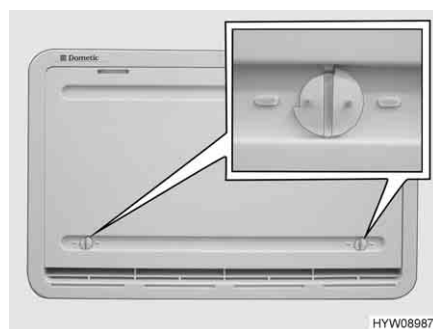

Bild 224 Vinterskydd
**Vinterskydd** När kylskåpet ska vara i drift vid låga utetemperaturer, rekommenderar tillverkaren användning av ett vinterskydd (Bild 224) för kylskåpets ventilationsgaller.
- Öppna båda lås (Bild 224) (noten står horisontellt).